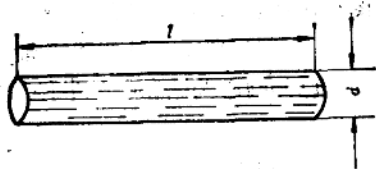

图 16
16. 如图16所示。求直径 $d = 100\text{mm}$, 长度 $l = 5\text{m}$ 的圆钢的重量为多少公斤? (钢材密度 $\rho = 7.85\text{g/cm}^3$ 。保留一位小数)